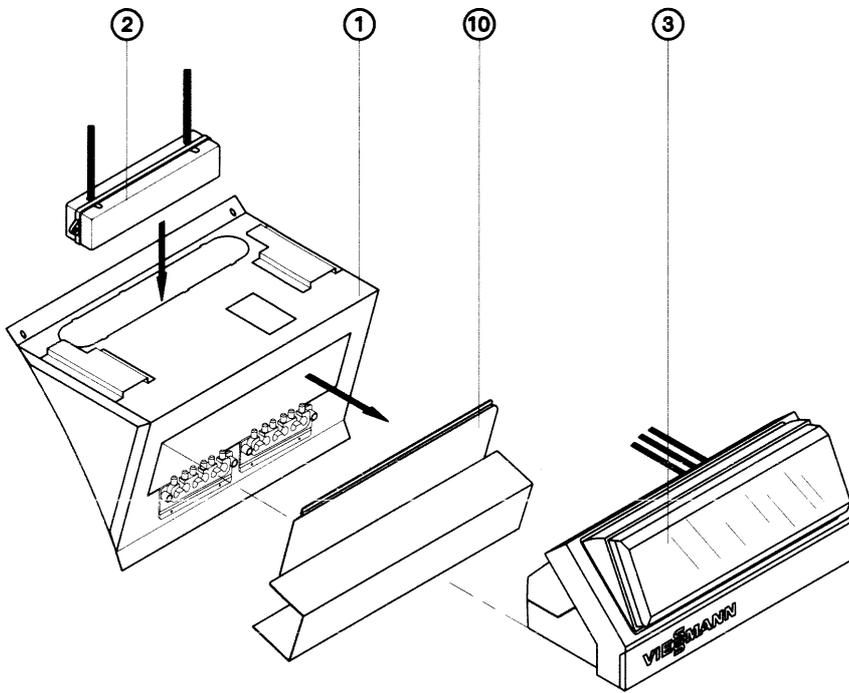

Рис. 3
23. Консоль закрыть при помощи металлической крышки 10 (смотри рис. 3 на странице 7) и самонарезающих винтов.